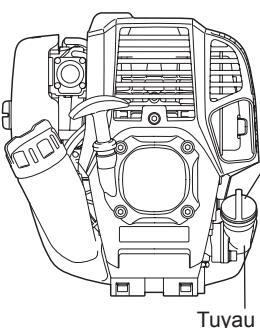
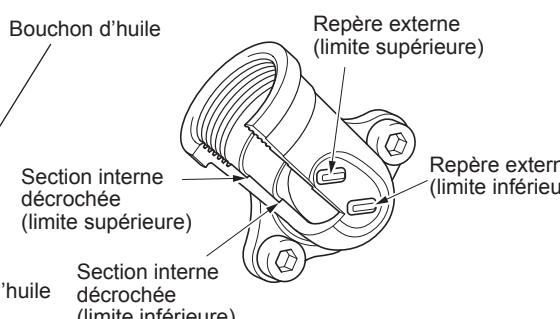

Fig. 1
Fig. 2 Tuyau d'huile
- Réglez le niveau du moteur, retirez le bouchon d'huile (Fig. 1) et vérifiez l'absence d'huile dans la plage comprise entre les repères des limites supérieure et inférieure du tuyau d'huile (Fig. 2).